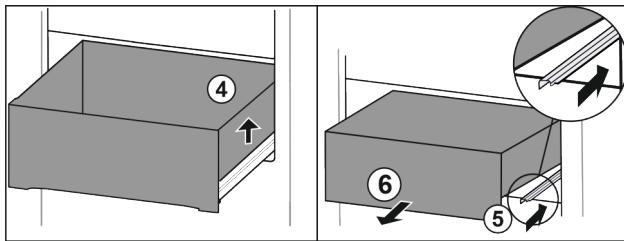

Fig. 96
- Schubfach rechts anheben. Fig. 96 (4)
- Rechte Schiene einschieben. Fig. 96 (5)
- Schubfach nach vorne entnehmen. Fig. 96 (6)